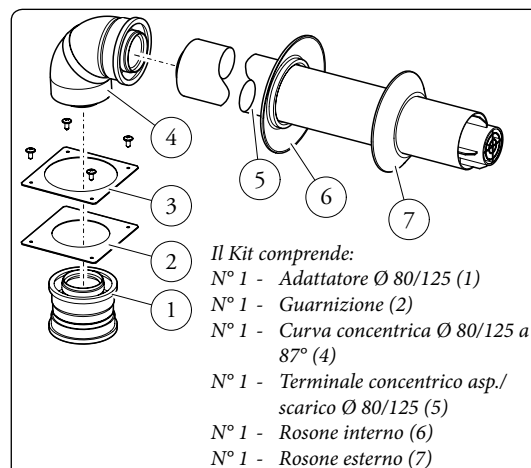

Fig. 1-10
Kit orizzontali di aspirazione - scarico Ø 80/125. Montaggio kit (Fig. 1-10): installare l'adattatore Ø 80/125 (1) sul foro centrale della caldaia sino a battuta. Fare scorrere la guarnizione (2) lungo l'adattatore (1) sino all'apposita scanalatura, quindi fissarla al coperchio tramite la piastrina in lamiera (3) precedentemente smontata. Innestare la curva (4) con lato maschio (liscio) sino a portarla in battuta sull'adattatore (1). Innestare il tubo terminale concentrico Ø 80/125 (5) con lato maschio (liscio), nel lato femmina della curva (4) (con guarnizioni a labbro) sino a portarlo in battuta, accertandosi di avere già inserito il relativo rosone interno (6) ed esterno (7), in questo modo si otterrà la tenuta e la giunzione degli elementi che compongono il kit.